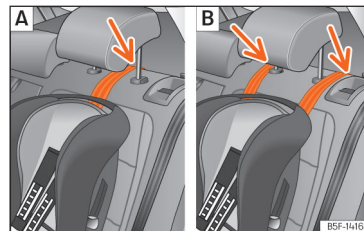
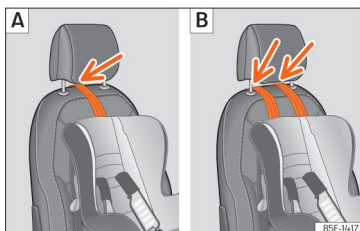

Fig. 47 Seients del darrere: ajust i muntatge en funció del cinturó Top Tether.
Fig. 48 Seient de l'acompanyant: ajust i muntatge en funció del cinturó Top Tether.
- Col·loqueu la corretja per sota del reposacaps (en funció de les instruccions de la cadira, aixequiu o retireu el reposacaps si és necessari) » » » fig. 47, » » » fig. 48.